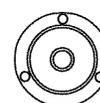

FIGURA 4-13
5. Repita el paso 4 hasta que todas las ruedas queden elevadas del suelo y la grúa esté nivelada de acuerdo con el indicador de nivel de burbuja (Figura 4-13). Si se sospecha que el indicador del nivel de burbuja no está ajustado, verifique y ajuste el nivel de burbuja con los procedimientos dados en *Ajuste de indicadores de nivel del equipo*, página 4-18.